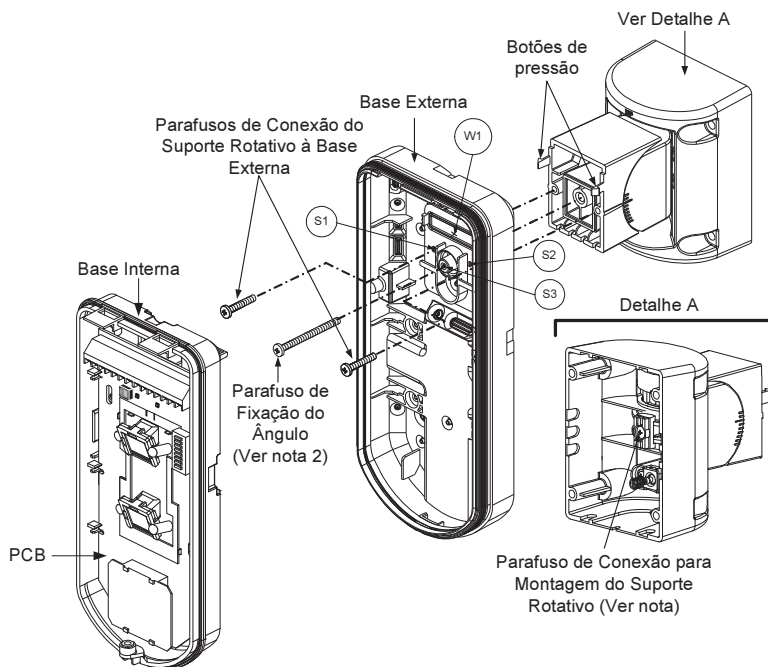

Figura 7
A mola do Tampão S5 (Figura 7) deve fazer contato com a parede através dos furos M2 ou M3 do AMSC. Assegure-se de ouvir o “Cliques” quando conecta-lo na parede.
9. Fixe a base externa no suporte com os dois parafusos fixados nos furos pré-marcados S1 e S2 (Figura 7).
10. Insira o parafuso incluso de travamento do ângulo da base externa através do furo pré-marcado de parafuso de travamento de ângulo S3 na base externa do suporte padrão (Figura 7).
Quando as duas marcas das partes móveis do suporte estiverem alinhadas (Figura 7), o suporte padrão estará na posição de 0° vertical /horizontal. Cada clique da posição representa uma mudança de posição Vertical / Horizontal de 5°.